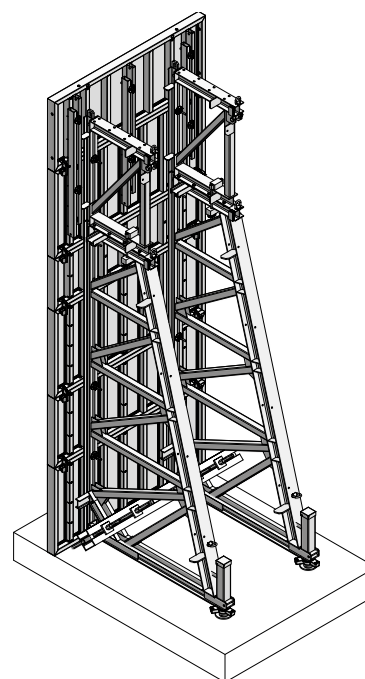

Abb. 11.2 Bis 6,70 m Schalungshöhe:
- Bis 6,70 m – 1 Aufsatz (Abb. 11.2)